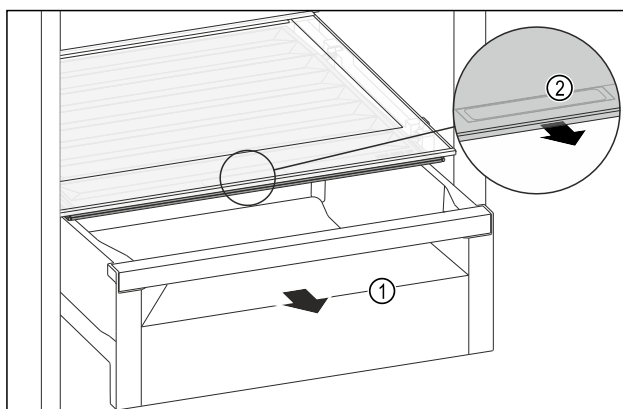

Fig. 108
- Zásuvku Fig. 108 (1) vytáhněte.
- Uchopte prohlubeň pro rukojeť Fig. 108 (2) na víku zásuvky a současně zatáhněte za víko zásuvky směrem dopředu.